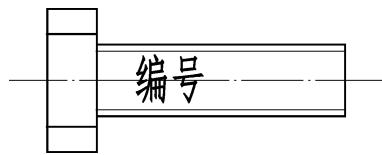

图 8-31 定义图块属性结果示例
- 5) 单击“确定”按钮，完成定义图块属性的操作，结果如图 8-31 所示。